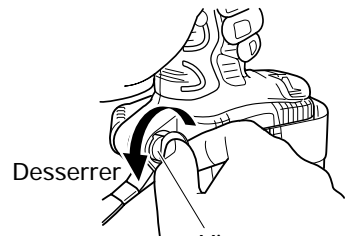

Fig. 6
- Tenir fermement le boîtier de l'outil et retirer la vis à l'aide d'un tournevis pour écrou à fente ou d'une pièce de monnaie (Fig. 6).
- Fixer le crochet et le ressort de l'autre côté et serrer à fond avec la vis (Fig. 6).